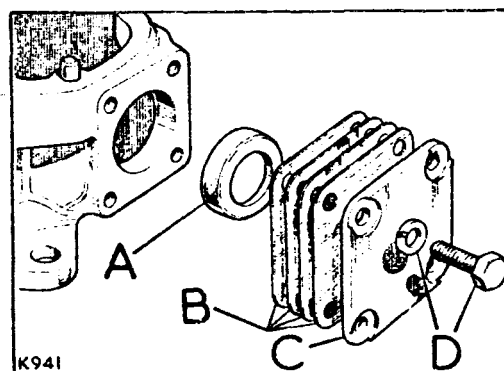

Fig. G1-49.- Tapa inferior
- 1.7.- Soltar los tornillos y arandelas, D (Fig. G1-49) y retirar la tapa, C, con sus suplementos, B, y rodamiento inferior, A.